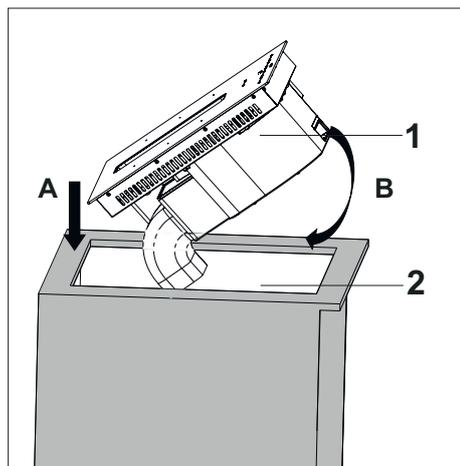

Fig. 39
- Posizionare prima la parte posteriore del prodotto sul bancone (Fig. 39 /A). Quindi posizionare la parte anteriore del prodotto (Fig. 39/ B).